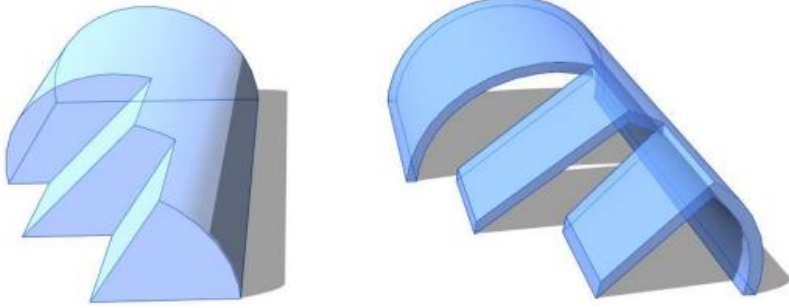

Рисунок 12.3 – Побудова даху «по межі» формотворного об'єкта
3.  →  Команда «Дах по межі». Дозволяє побудувати скат даху по межі формотворного елемента (рис. 12.3). Напрямок відкладання товщини ската можна вказати в «Властивості» (параметр «Місця розташування вказаних граней» - «Грані Нижньої / Верхньої частини даху»).
Побудувати формоутворювальний елемент відповідної геометрії і сформувати по його гранях скати даху (рис. 12.3).